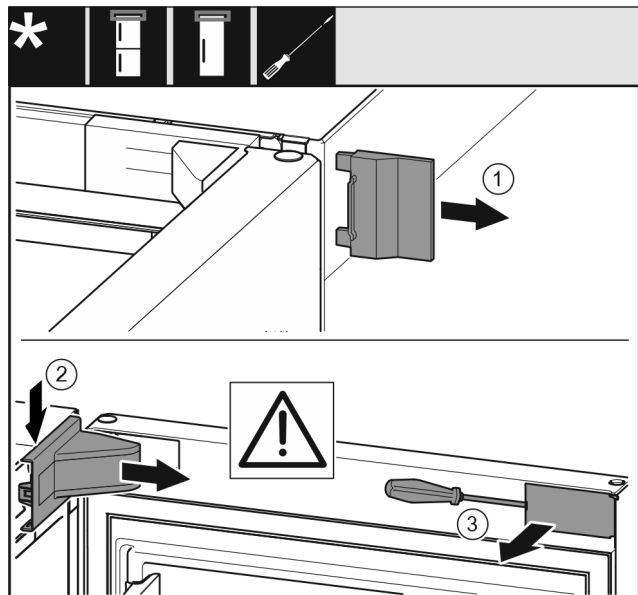

Fig. 11
- ▶ Nuimkite išorinę dengiamąją plokštelę. Fig. 11 (1)
- ▶ Atfiksukite atraminės gembės dengiamąją plokštelę ir ją nuimkite. Nuimkite atraminės gembės dengiamąją plokštelę. Fig. 11 (2)
- ▶ Išdrožiniu atsuktuvu atkelkite gaubtą ir pasukite jį į šoną. Fig. 11 (3)